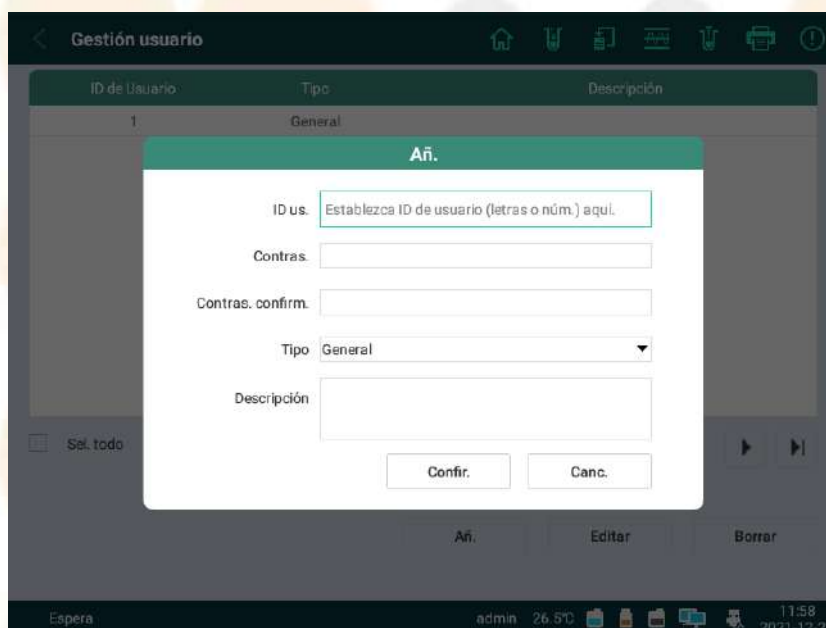

Imagen 5-15 Añadir un usuario
1. Presione **Añ.** en la parte inferior para ir a la pantalla, como se muestra la Imagen 5-15. Ingrese el nombre de usuario (de 1 a 10 cadenas de caracteres),